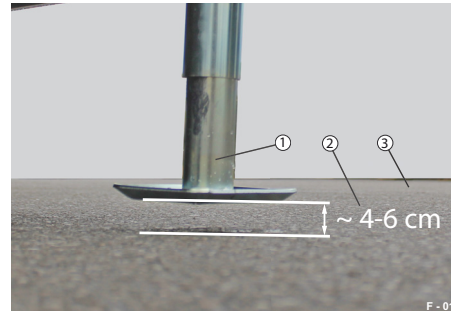

Abb. 22 Luftspalt beim Beladen
- Stützen herunterlassen, dass ein Luftspalt (Abb. 22/2) von ca. 4-6 cm zwischen Untergrund (Abb. 22/3) und Stützfuß (Abb. 22/1) bleibt.